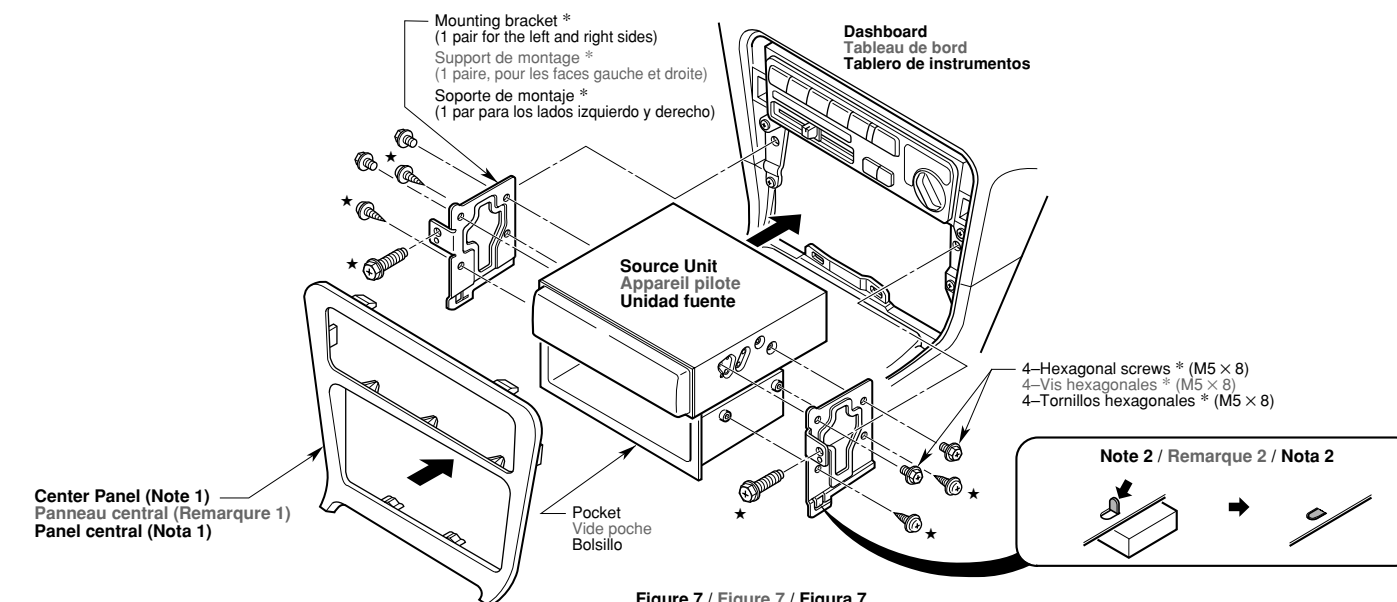

Figure 7 / Figure 7 / Figura 7
This unit is designed for fixed installation in the dashboard. If the vehicle is equipped with a factory-installed radio, install the source unit with the parts and screws marked (★) (Figure 7). If the vehicle is not equipped with a factory-installed radio, obtain an installation kit to install the source unit in the following procedure.
Cet appareil est conçu pour une installation fixe dans le tableau de bord. Si le véhicule est équipé d'un auto-radio installé à l'usine, installer l'appareil pilote avec les pièces et les écrous marquées de (★) (Figure 7). Si le véhicule n'est pas équipé d'un auto-radio installé à l'usine se procurer un kit d'installation pur installer l'appareil pilote avec la procédure suivante.
- 2. Secure the mounting brackets to the chassis as shown in Figure 7. Holes are pre-tapped for TOYOTA and NISSAN vehicles; modification, such as drilling new holes, of the mounting brackets may be required for other models.
- 2. Fixer le support de montage sur le châssis comme montré sur la Figure 7. Les trous sont pré-découpés pour les véhicules TOYOTA et NISSAN; des modifications du support de montage, comme le perçage de nouveaux trous, peuvent être nécessaire pour les autres modèles.